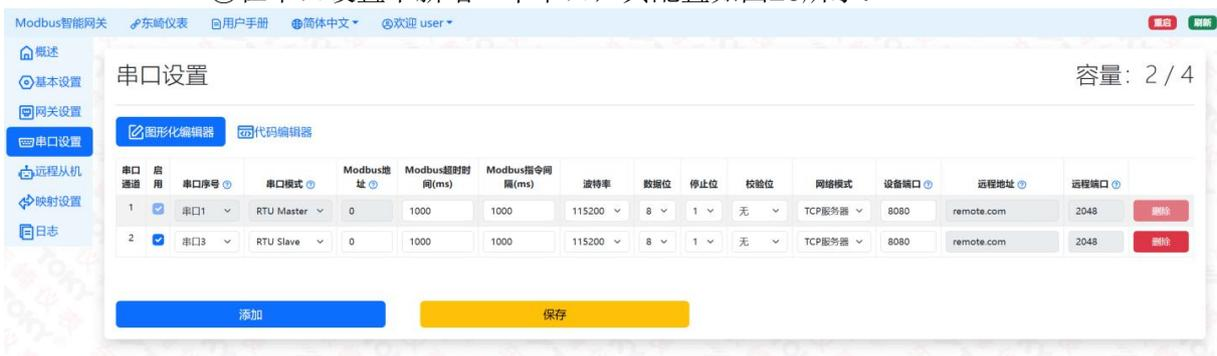

图 20 RTU Slave串口设置
- ③ Chrome内核浏览器（如微软自带浏览器Edge）
(2) 配置步骤：
- ① 参照4.2.2 RTU Master模式的使用例程进行设置，在此基础上进行以下步骤
- ② 在串口设置中新增一个串口，其配置如图20所示：